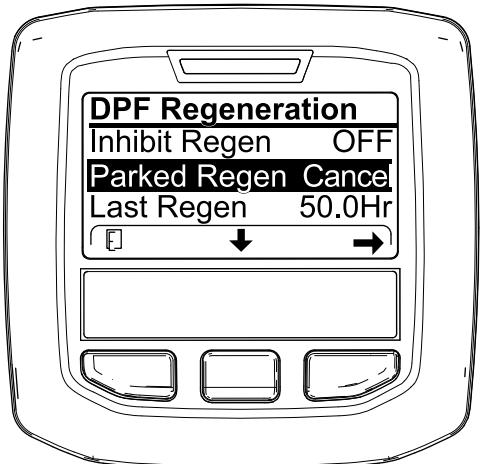

Figura 70
1. Vaya al menú de Regeneración del DPF (Figura 70).
2. Pulse el botón central para desplazarse hacia abajo a CANCELAR REGENERACIÓN ESTACIONARIA (Figura 70) o CANCELAR REGENERACIÓN DE RECUPERACIÓN (Figura 71).
3. Pulse el botón derecho para seleccionar la opción Cancelar (Figura 70 o Figura 71).